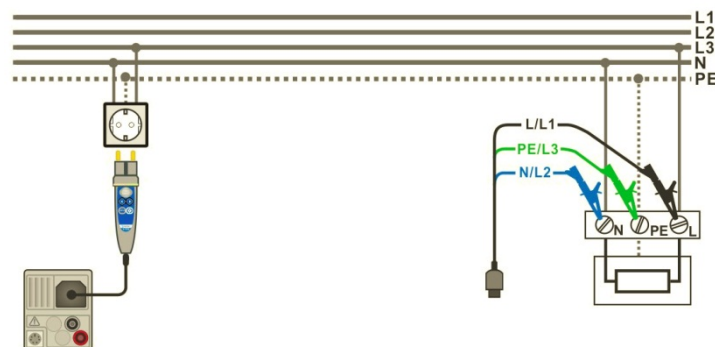

Abbildung 7.75: Anschluss des Commander-Prüfsteckers und der Dreileiter-Prüfleitung
- Schließen Sie die Prüfleitungen am Prüfling an, siehe Abbildung 7.75.